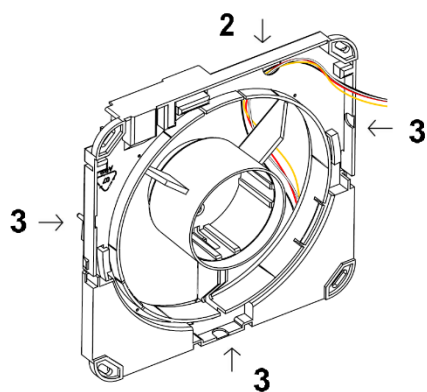

Fig.7 Inserimento cavi
Fratturare l'imposta prevista per il passaggio collegamenti (2), nel caso di collegamenti esterni non sotto traccia fratturare le zone previste (3) sia sul porta-motore che sul coperchio (fig.7).